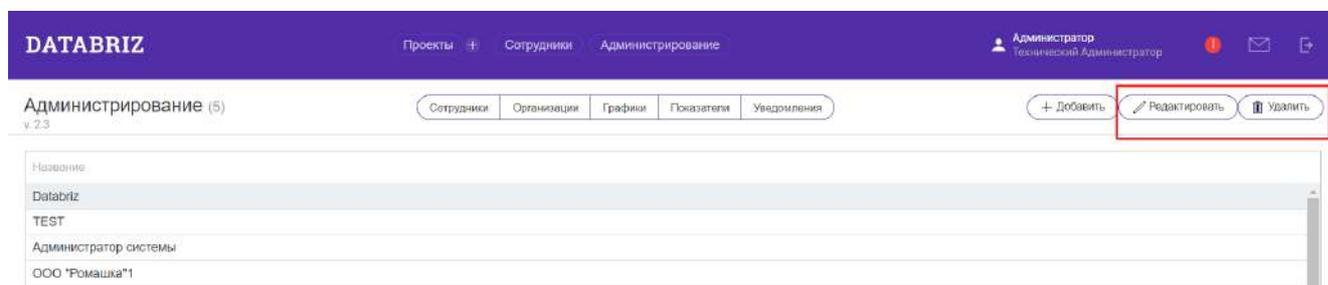

Рисунок 7 — Кнопки редактирования и удаления организаций в реестре Организаций
8. Для редактирования наименования организации или ее удаления из реестра, выберите название необходимой организации и нажмите на соответствующую кнопку «Редактировать» или «Удалить» в верхнем правом углу (см.рис.7);